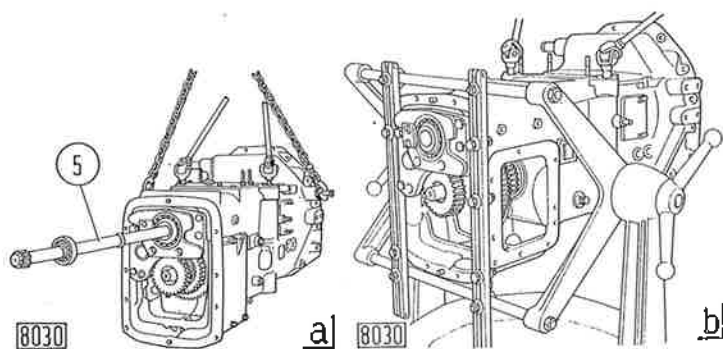

Fig. 79 - Dépose de la boîte de vitesses complète.
Appliquer le crochet de levage à bras réglables **292914** au carter de boîte-réducteur (a, fig. 79), placer une chandelle de support sous le carter de transmission arrière, vidanger l'huile, enlever les vis d'assemblage et déposer le carter complet d'arbre de prise de force (5).
Pour faciliter les opérations il est opportun de placer le carter de boîte-réducteur sur le bâti pivotant (b, fig. 79).